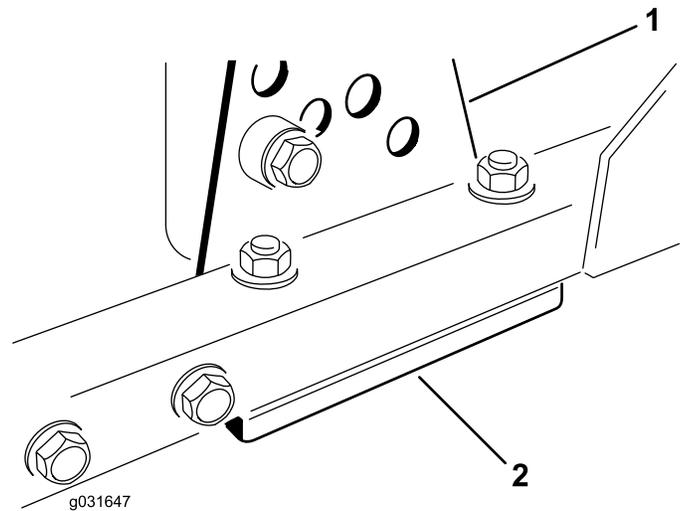

Figure 71
- Retirez le support de hauteur de coupe (avant, gauche ou droit) du cadre du plateau de coupe (Figure 71).
- Placez des cales de 1,5 mm et/ou une cale de 0,7 mm entre le cadre et le support du plateau pour obtenir la hauteur de coupe voulue (Figure 71).
- Montez le support de hauteur de coupe sur le cadre du plateau en plaçant les cales restantes sous le support (Figure 71).